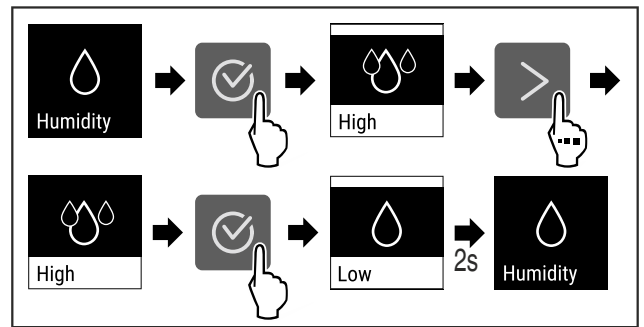

Fig. 76
- ▶ Kryeni hapat e veprimit (shihni Fig. 76).